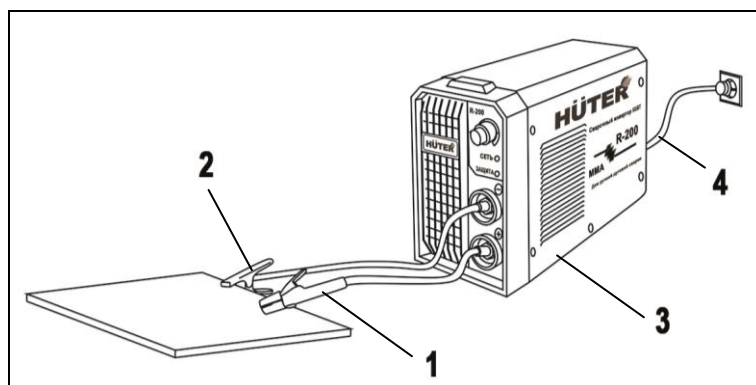

Рис. 2. Схема подключения оборудования
- После зажигания дуги старайтесь сохранять расстояние между рабочей поверхностью (Вашей деталью) и электродом приблизительно равное диаметру самого электрода примерно 3 – 5 мм. Необходимо соблюдать это расстояние постоянно во время сварки. Угол наклона электрода от вертикальной оси должен быть от 20° до 30° (Рис 4 (рис.2)).